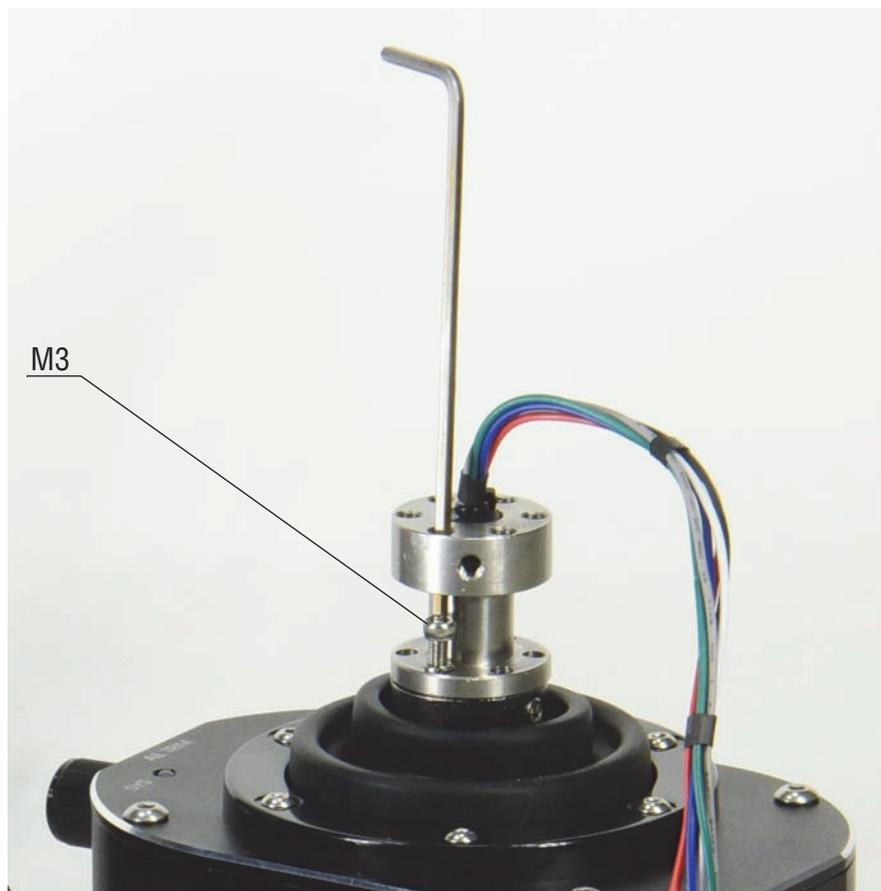

Рис. 4.1.
3. Надежно закрепите переходник винтами М3, используя шестигранный ключ, входящий в комплект поставки (рис. 4.1).